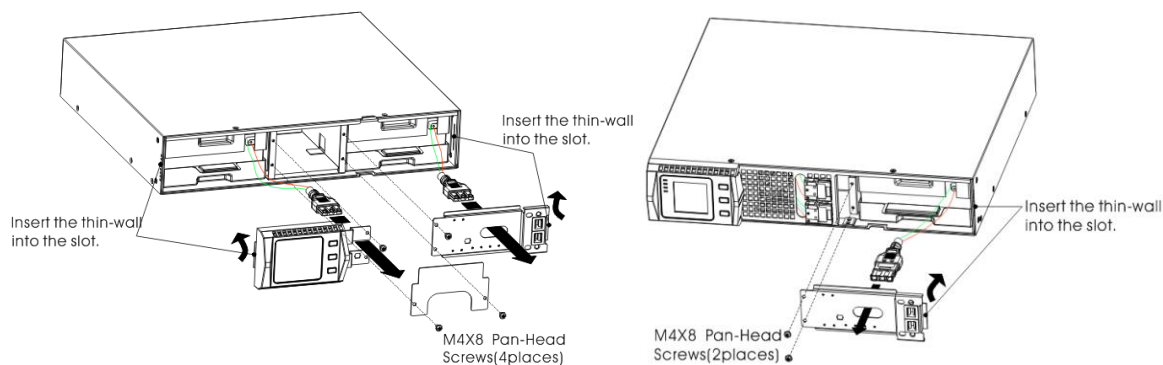

Рисунок 20
3. Отсоедините кабели, соединяющие отсек аккумуляторных батарей и ИБП. Ослабьте винт на перегородке отсека аккумуляторных батарей, как это показано на рис. 20, затем выньте перегородку слева или справа.